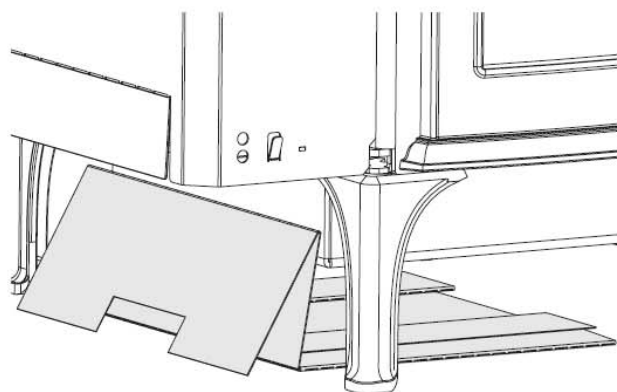

Figure 3. Placez l'écran thermique inférieur sous le poêle, tel que montré, **avant de déplier les panneaux latéraux.**
1. Dépliez *seulement* le panneau arrière de l'écran thermique inférieur et placez-le sous le poêle, tel que montré à la Fig. 3.